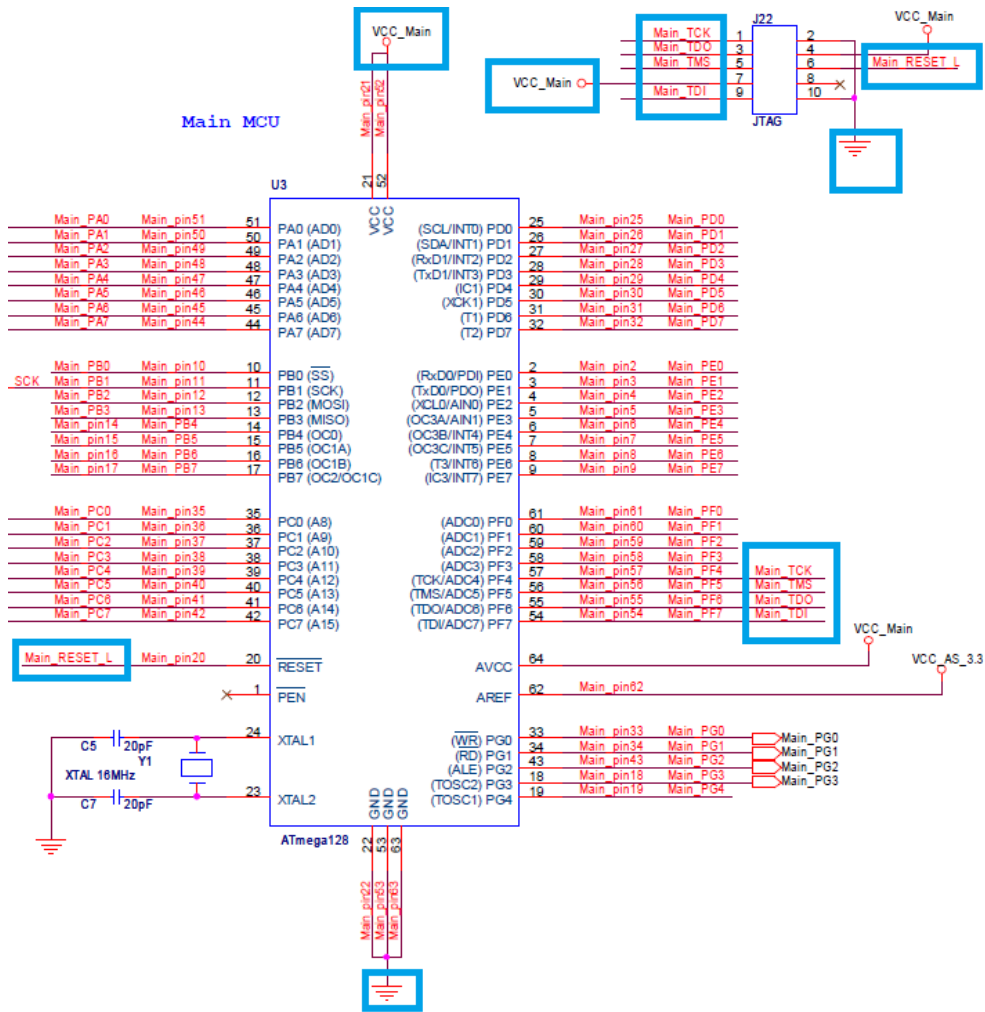

図 5. AVR JTAGICEを使用するための、ATmega128 のJTAGポートを接続する回路図
- 10 ピンボックスコネクタ側の配線は、図 5 の回路図のようにターゲットボードの JTAGポートと配線した後、10 ピンボックスコネクタとAD-JTAG V02 を接続するようにします。